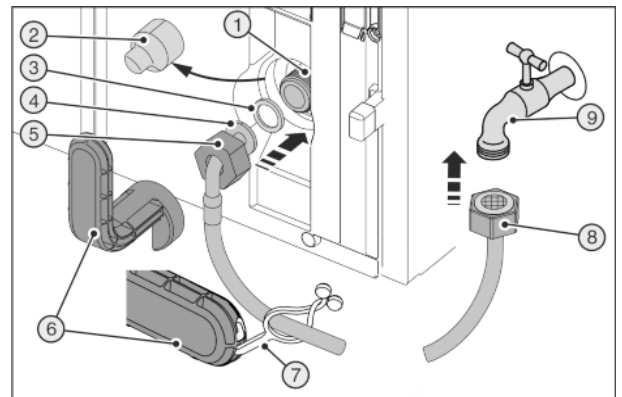
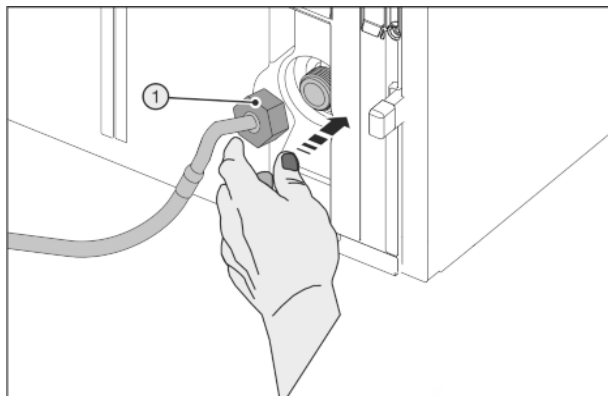

Fig. 48
Fig. 49
Сломанный вспомогательный инструмент Fig. 48 (6)!
- ▶ Вспомогательный инструмент Fig. 48 (6) использовать только при комнатной температуре.
- ▶ Снять крышку Fig. 48 (2).
- ▶ Облегченный монтаж: Выложить прямой конец шланга Fig. 48 (8) влево на землю.
- ▶ До конца сдвинуть гайку Fig. 48 (5) через конец шланга в виде угла Fig. 48 (4) и удерживать.
- ▶ Смочить уплотнение Fig. 48 (3) и вдавить в гайку Fig. 48 (5).
- ▷ Уплотнение Fig. 48 (3) прилегает и слегка поддерживается.
- ▶ Осторожно одеть гайку Fig. 49 (1) и накрутить на резьбу двумя пальцами до обеспечения надежной посадки.
- ▶ Затяните гайку Fig. 49 (1) с помощью вспомогательного инструмента Fig. 48 (6) по часовой стрелке, пока не будет достигнут максимальный момент затяжки и вспомогательный инструмент Fig. 48 (6) начнет прокручиваться.
- ▶ Навинтите гайку Fig. 48 (8) на запорный кран Fig. 48 (9).
- ▶ Затяните гайку Fig. 48 (8) с помощью вспомогательного инструмента Fig. 48 (6) по часовой стрелке, пока не будет достигнут максимальный момент затяжки и вспомогательный инструмент Fig. 48 (6) начнет прокручиваться.
- ▶ Откройте запорный кран Fig. 48 (9) системы подвода воды и проверьте герметичность всей водяной системы.
- ▶ Зацепить накладку Fig. 48 (7) в вспомогательном инструменте Fig. 48 (6) и для хранения закрепить на шланге из высококачественной стали.